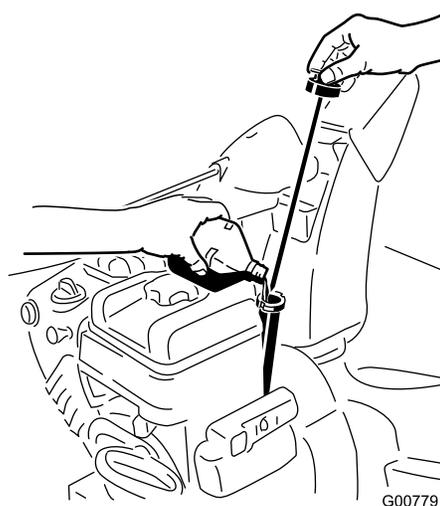

Figure 19
1. Retirez la jauge et versez de l'huile **lentement** dans le goulot de remplissage pour faire monter le niveau de liquide jusqu'au repère du plein (Full) sur la jauge. **Ne remplissez pas excessivement.** (Figure 19).